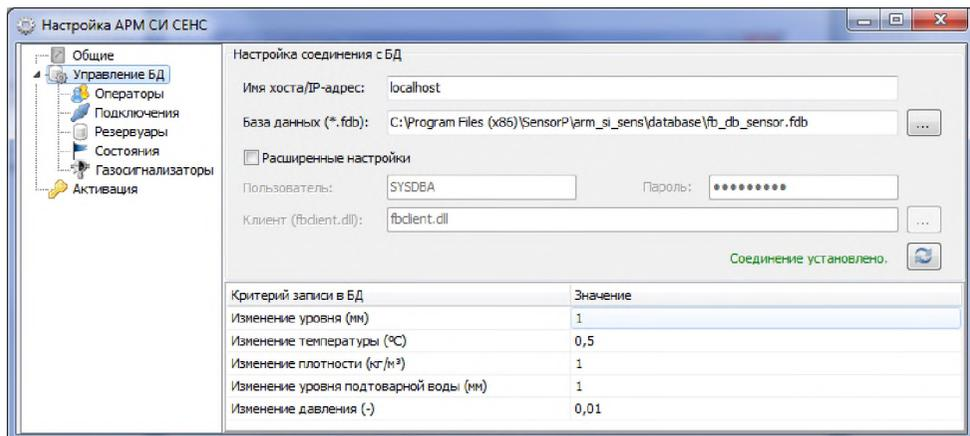

Рисунок 12 – Успешная проверка соединения с БД
- нажать кнопку проверки соединения  (Рисунок 12);